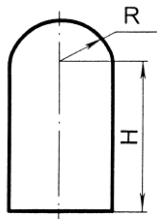

Рис. 5.6
5.10. Переріз тунелю має форму прямокутника з півколом, яке примикає до нього (рис.5.6). Площа перерізу має дорівнювати  $S$ . Якими мають бути розміри  $R$  і  $H$ , щоб периметр перерізу був найменшим?